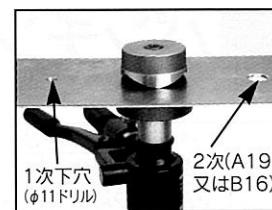

図3
- A25以上およびB22以上の穴あけをおこなう場合は1次下穴加工後、適用表に指定されている2次下穴をあけ、その後に目的とする径の穴あけをおこなってください。（図3）また、シリンダおよびアームがフリーに回転しますので、作業のしやすい位置に合わせておこなうことができます。